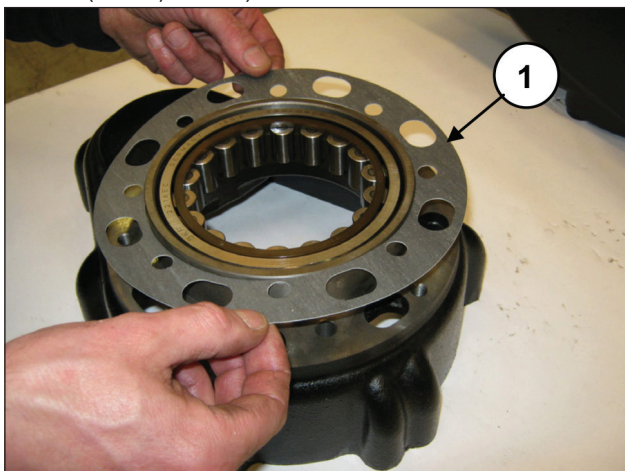

Abb. 63
Dichtung am Getriebegehäuse ein (Pos. ①, Abb. 63) und